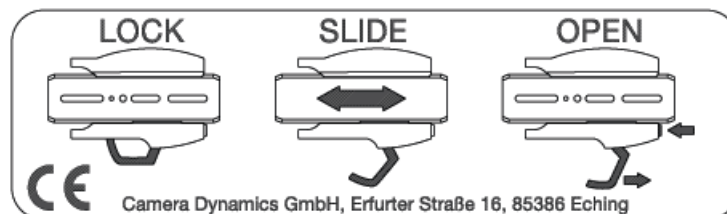

Abb. 3
- ⇒ Drücken Sie den roten Sicherungs Druckknopf mit dem Daumen und öffnen Sie den Sideload Hebel vollständig wie in Abb. 3, illustration "OPEN" dargestellt.
- ⇒ Nachdem Sie die Kamera ausbalanciert haben (siehe Kapitel 3.4 "Einstellen der Kamerabalance") schließen Sie den Sideload Hebel vollständig (Abb. 3, Illustration "LOCK").
**HINWEIS:** Falls die Kameraplatte nicht eingerastet ist, läßt sich der Sideload Hebel aus Sicherheitsgründen nicht schließen. Öffnen Sie den Mechanismus nochmals komplett durch Drücken des roten Sicherungs-Druckknopfes und gleichzeitigem Aufziehen des Sideload Hebels (Abb. 3, Illustration "OPEN") und versuchen Sie es erneut.